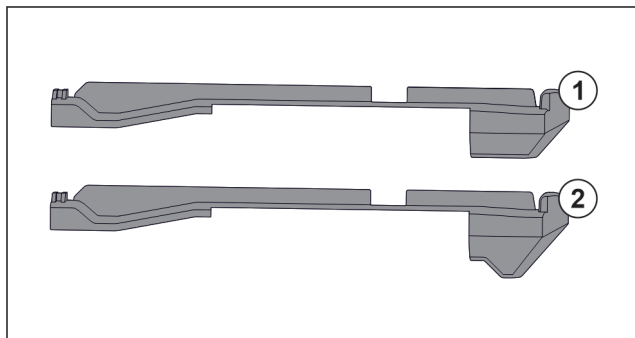

Fig. 125 Porovnání nasazovacích dílů
V přístroji se nacházejí dva různé nasazovací díly. Nasazovací díl nad nejspodnější zásuvkou Fig. 125 (2) má hranu trojúhelníkového tvaru. Všechny ostatní nasazovací díly Fig. 125 (1) mají rovnou hranu.
- ▶ Nasazovací díl Fig. 125 (2) s hranou trojúhelníkového tvaru připevněte nad nejspodnější zásuvkou.
- ▶ Nasazovací díl Fig. 125 (1) s rovnou hranou připevněte na všech ostatních místech.